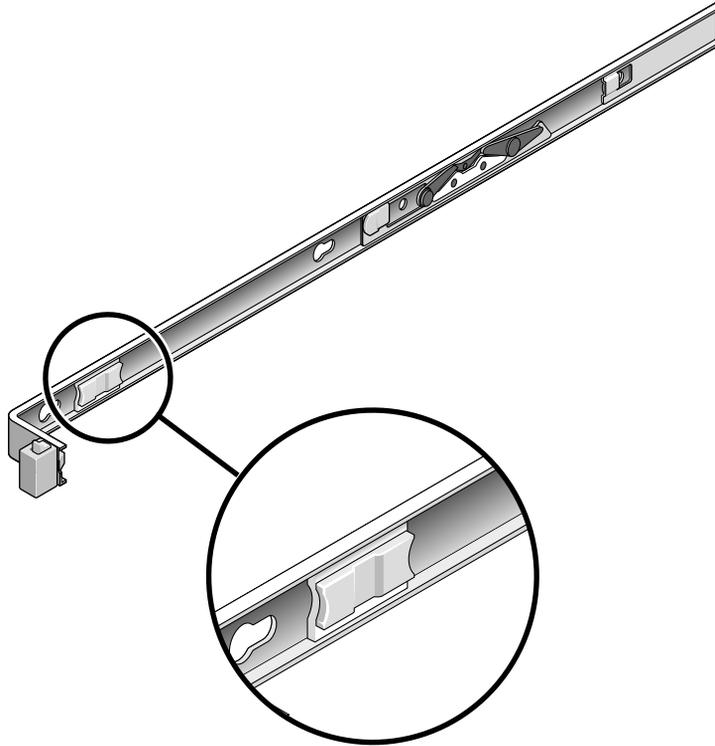

FIGURE 2-13 Bouton de dégagement du rail coulissant
6. **Tirez simultanément vers vous les boutons de dégagement des rails coulissants et repoussez le serveur dans le rack (voir FIGURE 2-13).**